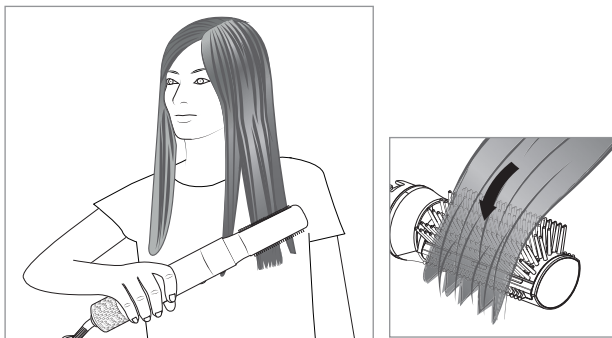

Abb. 8
- 1) Montieren Sie die Halbrundbürste ❷ am Gerät.
- 4) Setzen Sie die Halbrundbürste ⑫ am Ansatz an und ziehen sie herunter bis zu den Haarspitzen, wie bei einer herkömmlichen Bürste (siehe Abb. 8).